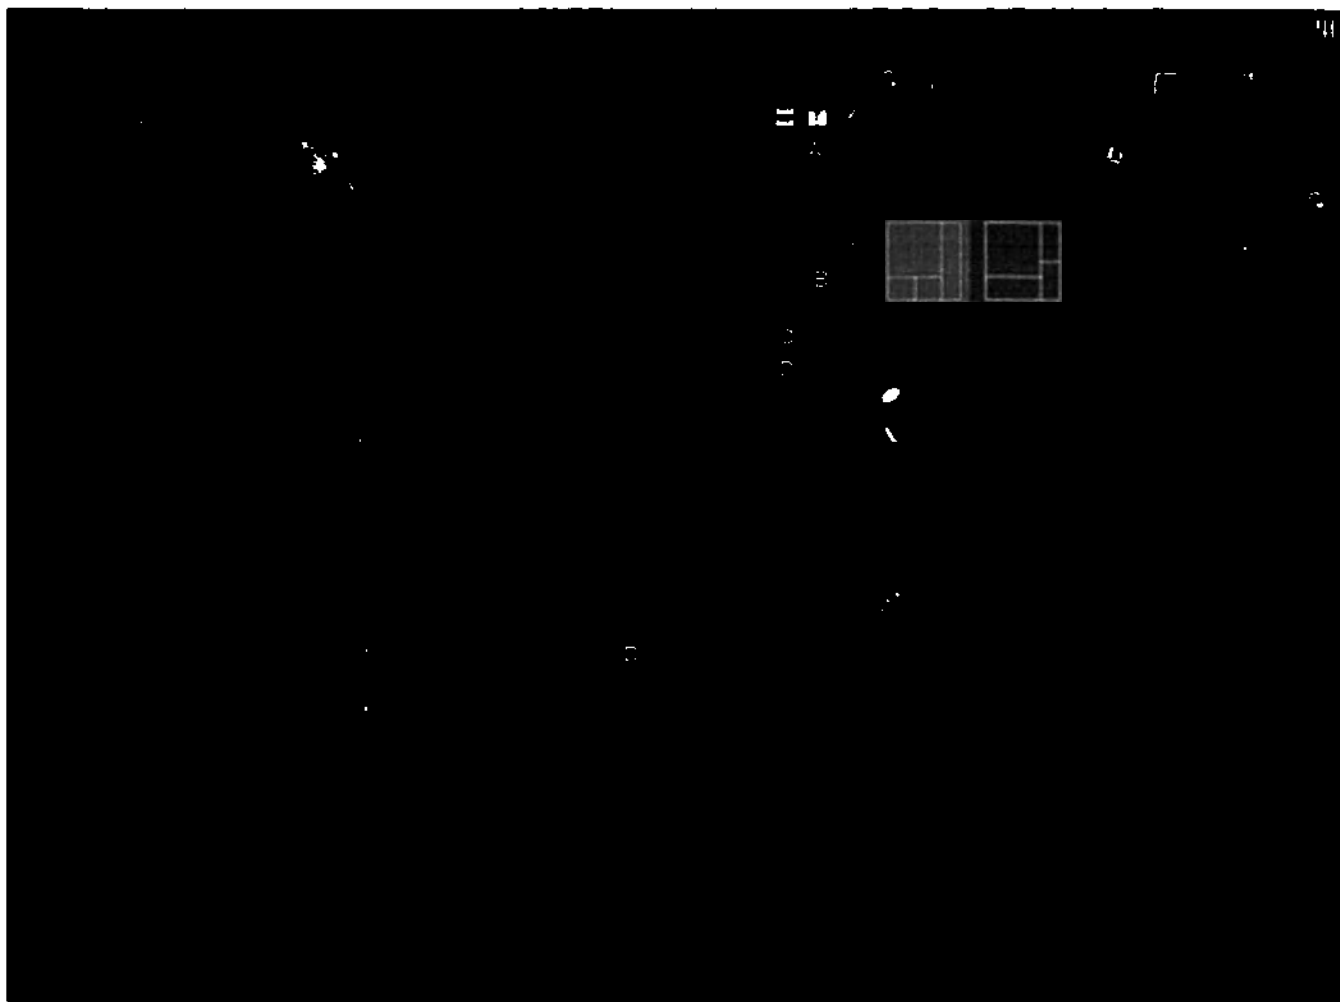
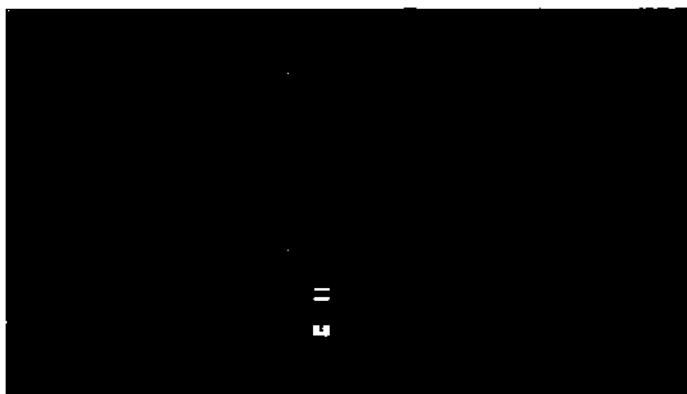

Рисунок 13. Предустановки конфигурации рабочей области (увеличенный вид).
Рисунок 14. Меню наполнения окна, вызываемое правым щелчком мыши
1. Нажмите на кнопку предустановленного шаблона конфигурации рабочей области (Screen Layout Preset button), Рисунок 13А.
2. Нажмите на предоставленный по умолчанию пустой шаблон или сохраненный ранее шаблон с соответствующим именем, Рисунок 13В.
- нажмите на кнопку для выбора наполнения (D) в пустом окне или
- правым щелчком мыши в этом окне выберите необходимое наполнение из появившегося меню (Рисунок 14).
2. Нажмите кнопку управления предустановками рабочей области (Layout Preset button), Рисунок 13А.
1. Нажмите кнопку управления предустановками рабочей области (Layout Preset button), Рисунок 13А.